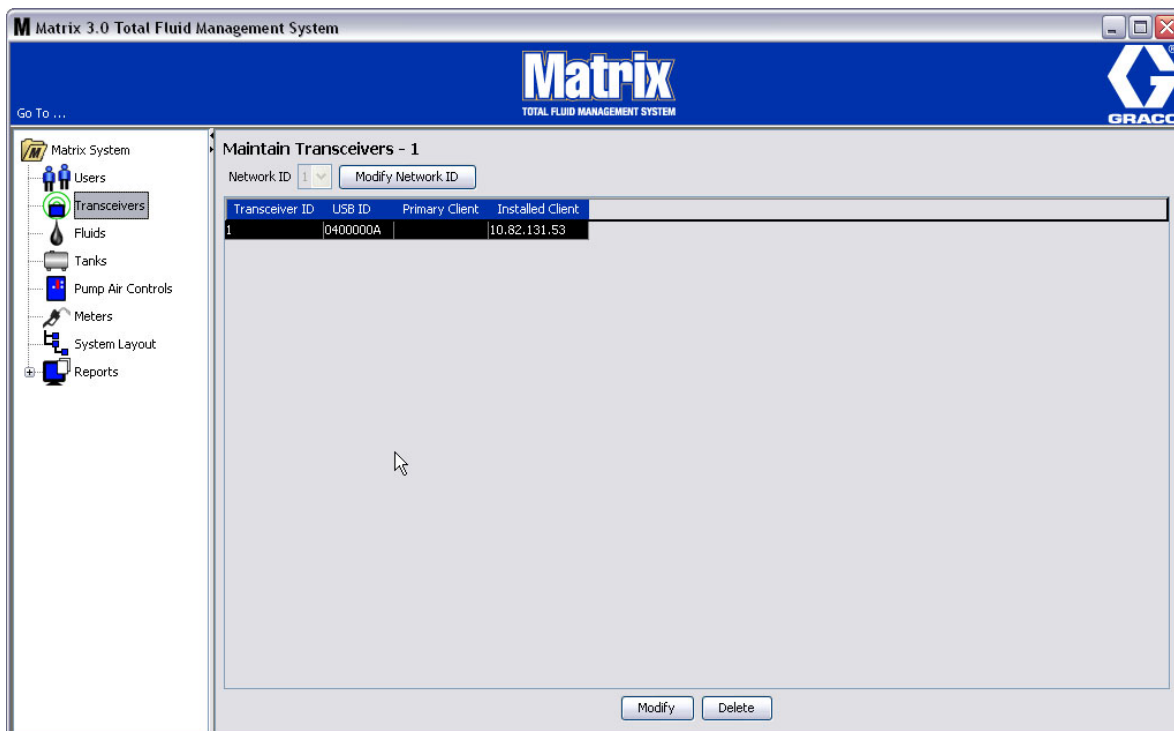
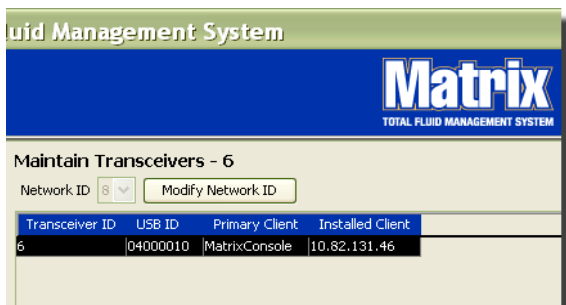

Рис. 58
Рис. 59
Экран «Transceivers» [Приемопередатчики] для системы Matrix 3 Basic (Рис. 58) используется для:
2. Чтобы установить идентификатор сети, нажмите кнопку «Modify Network ID» [Изменить ИД сети] (Рис. 59).
4. Выбранное значение идентификатора сети отображается вверху экрана «Transceivers» [Приемопередатчики] в поле «Network ID» [ИД сети] (Рис. 58 и Рис. 59).